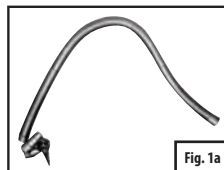

Fig. 1a - Flexible et adaptateurs Basse pression
- La pompe se compose de 2 tuyaux, avec des adaptateurs de valve différents. Il convient de se familiariser avec ces adaptateurs de valve avant d'utiliser la pompe (voir Fig.1a, 1b et 2a, 2b ci-dessous).